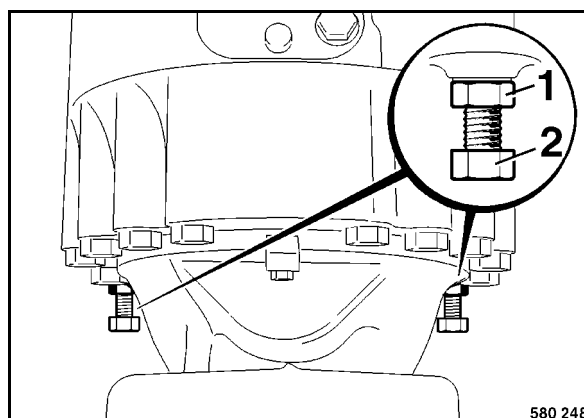

Fig. 80
- Para soltar los frenos hay que girar las contratuercas 1 (Fig. 80) unos 8 mm hacia atrás.
- Enroscar los tornillos para soltar el freno (2) hasta el tope.